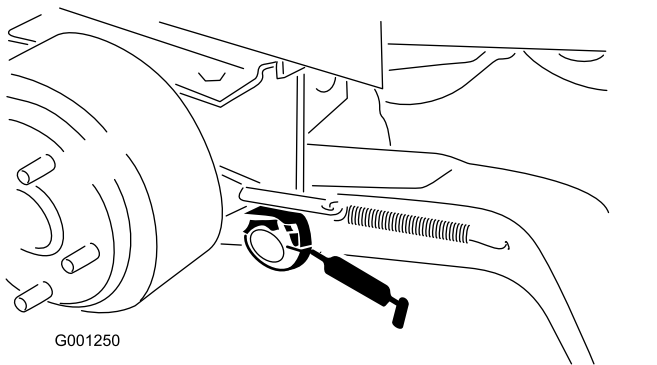

Figura 35
- Casquilhos da articulação do braço de elevação (Figura 35)